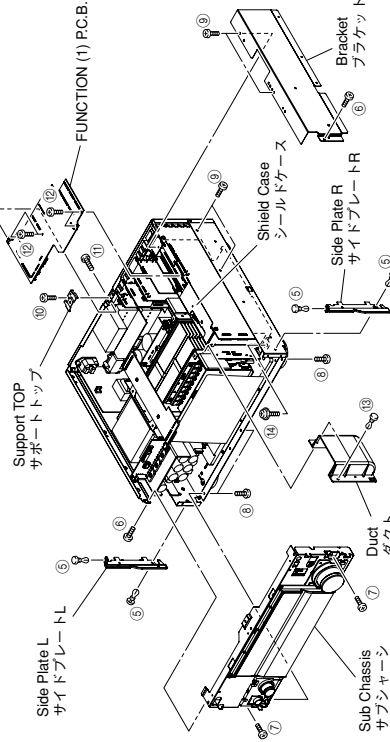

Fig. 2
- a. Remove 4 push rivets (⑤) and then remove the Side Plates L/R. (Fig. 2)
- b. Remove 2 screws (⑥), 2 screws (⑦) and 3 screws (⑧). (Fig. 2)
- d. Remove the Sub Chassis forward. (Fig. 2)
- a. ⑤のプッシュリベット4本を外し、サイドプレートL/Rを取り外します。(Fig. 2)
- b. ⑥のネジ2本、⑦のネジ2本、⑧のネジ3本を外します。(Fig. 2)
- d. サブシャーシを前方に取り外します。(Fig. 2)
4. Removal of FUNCTION (1) P.C.B.
- a. Remove 4 screws (⑨) and then remove the Bracket. (Fig. 2)
- b. Remove 1 screw (⑩) and then remove the Support Top. (Fig. 2)
- e. Remove the FUNCTION (1) P.C.B. which is connected directly to the lower P.C.B. with connectors. (Fig. 2)
- a. ⑨のネジ4本を外し、ブラケットを取り外します。(Fig. 2)
- b. ⑩のネジ1本を外し、サポートトップを外します。(Fig. 2)
- e. FUNCTION(1)P.C.B.を取り外します。(Fig. 2)
5. **Removal of DSP, FUNCTION (2), INPUT (5), D-VIDEO, A-VIDEO (1), (2) P.C.B.s**
- a. Remove 2 push rivets (13) and then remove the Duct. (Fig. 2)
- b. Remove 1 screw (14). (Fig. 2)